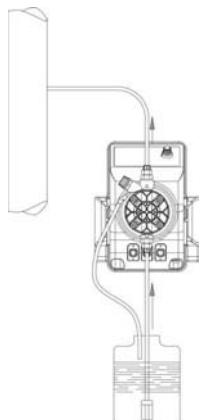
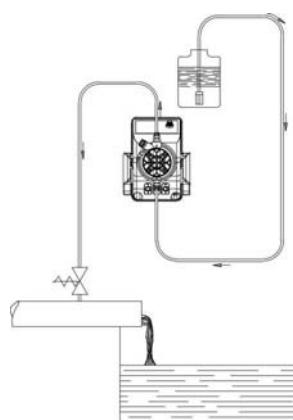

Fig. 5
Fig. 6
- c. - Placer la pompe comme la fig. 5 en tenant compte du fait qu'elle peut être fixée tant en dessous qu'au-dessus du niveau du liquide à doser dans la limite maximum de 2 mètres. Le point d'injection doit toujours être situé plus haut que le liquide à injecter. Si l'installation à traiter fonctionne à la pression atmosphérique (dosage de réactif à décharge libre) et si le réservoir du réactif doit être absolument placé plus haut que le point d'injection (fig. 6), contrôler périodiquement le fonctionnement de la canne d'injection, parce que son usure excessive pourrait introduire de l'additif dans l'installation par gravité (même quand l'appareil est arrêté). Si le problème demeure, ajouter une soupape de contre-pression "C" tarée entre la pompe doseuse et le point d'injection (fig. 6). Pour des liquides qui dégagent des vapeurs agressives, ne pas installer la pompe au-dessus du réservoir sauf si ce réservoir est hermétiquement fermé.